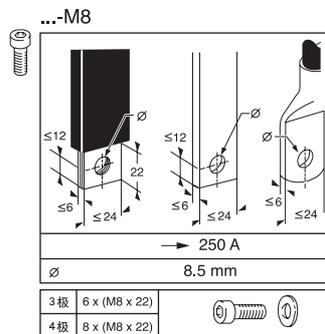

图 2
- 另可配置螺钉接线端，需在开关型号后加后缀型号...-M8，其适用的接线尺寸如图 2 (建议同时订购接线端盖 KA...-NZM7(4))